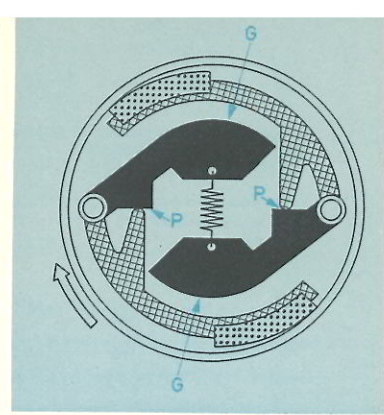

fig. 5a
Werkingschema: Bij „stilstaande” motor, drukken de contragewichten (G), door de veerkracht, tegen de aanslagpunten (P), waardoor de koppelingvoeringen tegen de koppelingtrommel drukken. De motor zal na enkele pedaalomwentelingen starten (fig. 5A).